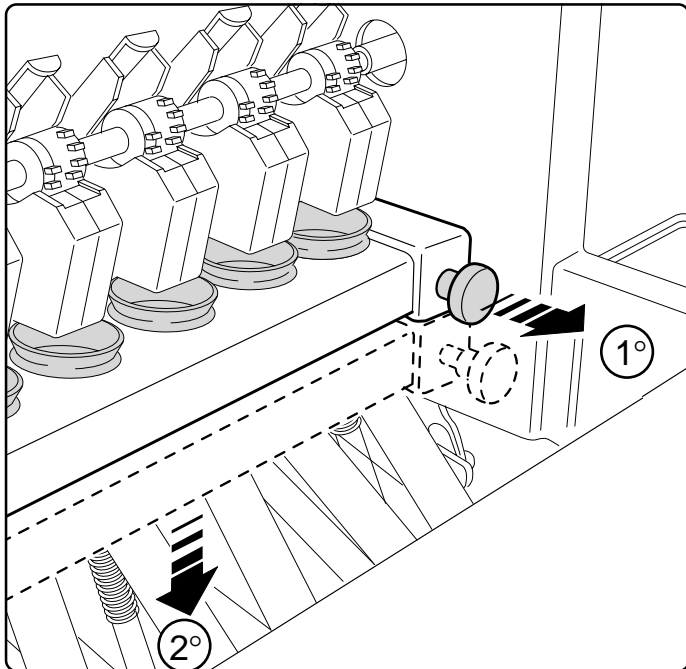

Fig. 36
- Sganciare la bussoliera (Fig. 36)
- Release the bush-holder (Fig 36).
- den Buchsenträger aushängen (Abb. 36).
- décrocher le porte-douille (Fig. 36)
- Abertura de las láminas (pos. 0, 1, 2), proceda como indicado a continuación:
- desenganchar el portaforros (Fig. 36);